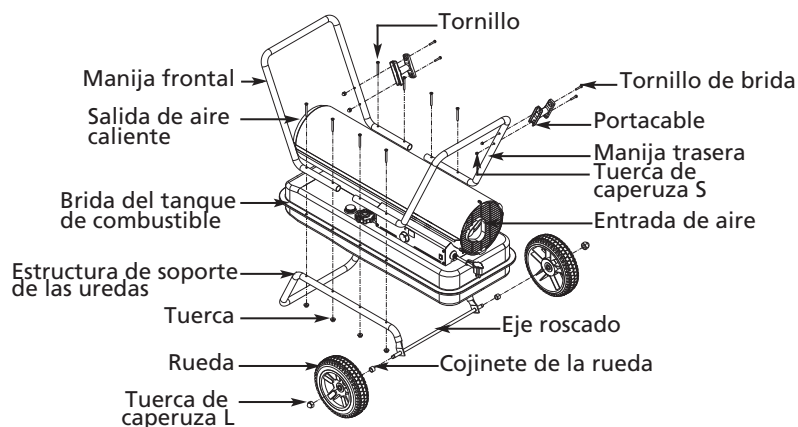

Figura 8 – Conjunto de los Modelos 3VE50H, 3VE51H y 3VE52I
**AVISO:** Cuando se instalan las ruedas, la válvula tubular debe quedar orientada hacia fuera en vez de hacia el armazón de soporte (Figura 8).
4. Coloque las manijas sobre la brida del tanque de combustible. Inserte los tornillos a través de las manijas, de la brida del tanque de combustible y de las estructuras de soporte de las ruedas como se ilustra en la Figura 8 y fije la tuerca ajustándola con los dedos después de insertar cada tornillo.